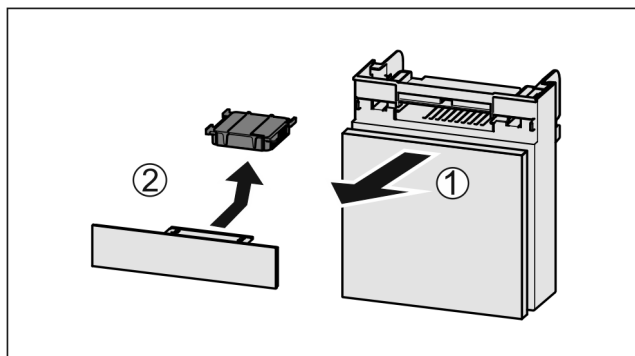

Fig. 192
- Fach nach vorne herausziehen Fig. 192 (1).
- Aktivkohlefilter entnehmen Fig. 192 (2).